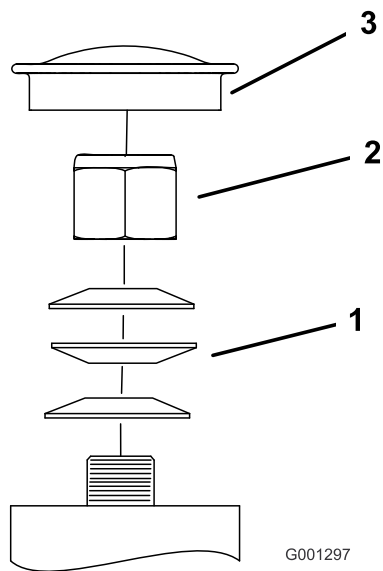

図 60
3. キャスタからダスト・キャップを外してロックナットを締め付ける (図 60)。
4. Tスプリング・ワッシャが平たくつぶれるまでロックナットを締め付け、その位置から 1/4 回転もどすと、ベアリングに対して適切な予負荷がかかる (図 60)。
**重要** スプリング・ワッシャが 図 60 に示すように正しく取り付けられていることを確認する。
5. ダスト・キャップを取り付ける (図 60)。